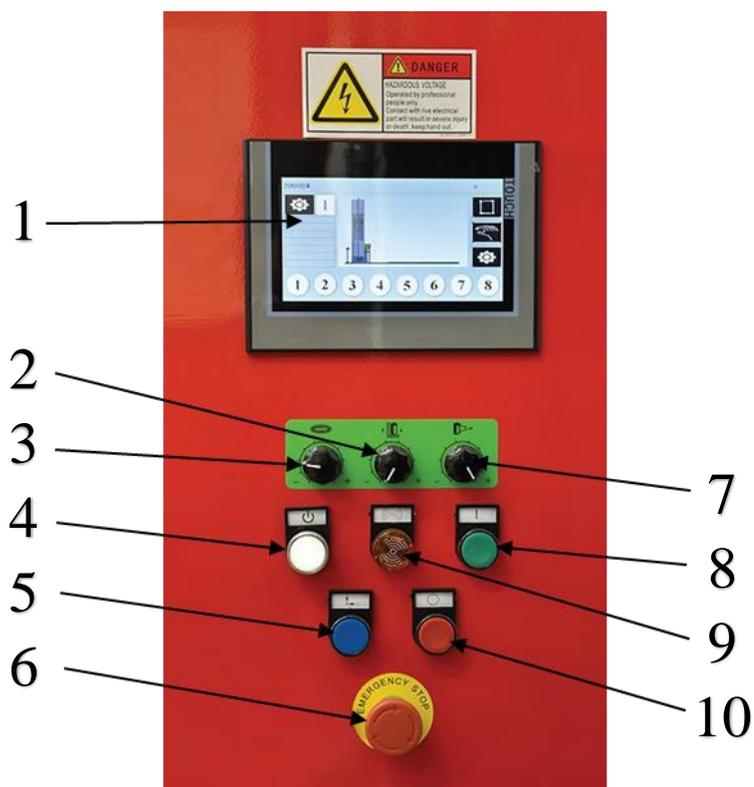

Рис. 14
- Отключите выключения машины в экстренном случае, повернув кнопку по часовой стрелке (Рис. 14 поз. 6);
- Нажмите кнопку, чтобы питание начало поступать на машину (Рис. 14 поз. 4) и подождите несколько секунд, пока не загорится индикатор питания (Рис. 14 поз.9)
- Нажмите кнопку сброса (Рис. 14 поз. 5 и удерживайте несколько секунд.